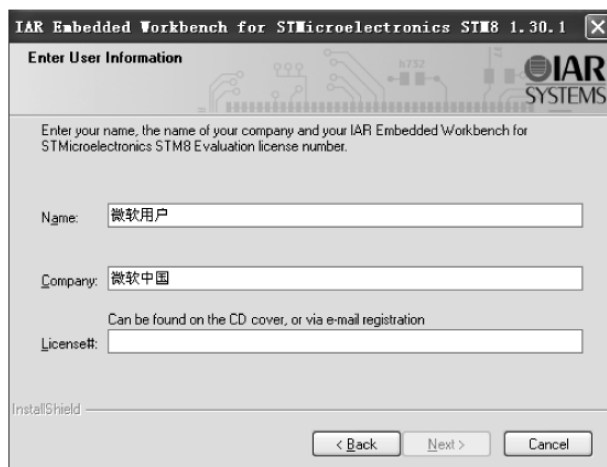

图 2.4 输入 License
(2) 进入 License 输入界面，输入 License，单击 Next 按钮，如图 2.4 所示。